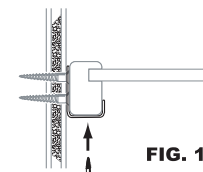

FIG. 1.8
12. Fije el estante a todos los ganchos en L usando tornillos N° 4 de 3/4 pulg. (Fig. 1.8)